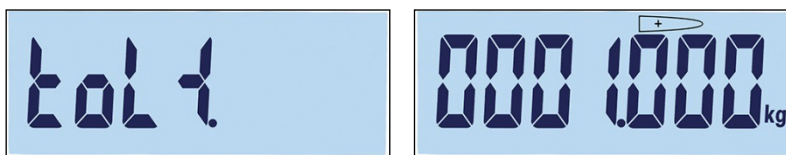

Figura 3-49 Telas de Etiqueta de Tolerância Positiva e Definição
- A tolerância positiva (Tol +) é editada na próxima tela (Figura 3-49). Depois que o valor for definido, pressione  para ir para a próxima etapa.